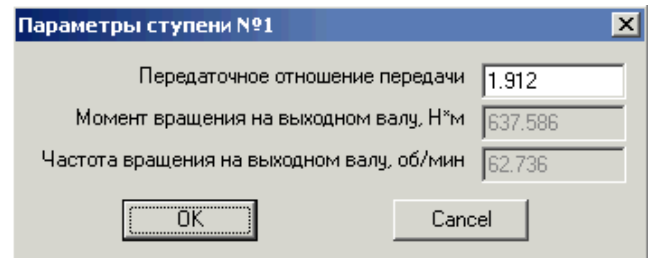

Рис. 4.9 Диалоговое окно Параметры ступени №1.
- Щелкните два раза мышкой на нужном элементе списка **Элементы схемы**. При этом появится диалоговое окно **Параметры ступени № N**, (рис. 4.9) где N – номер ступени из списка **Элементы схемы**. Доступным для изменения будет окно именно с тем параметром, который Вы выбрали в выпадающем списке **Параметр ручной разбивки**.